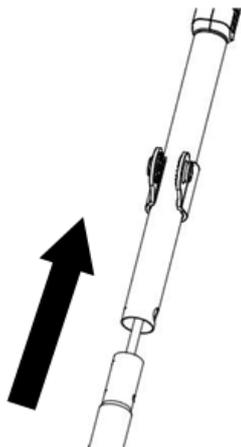
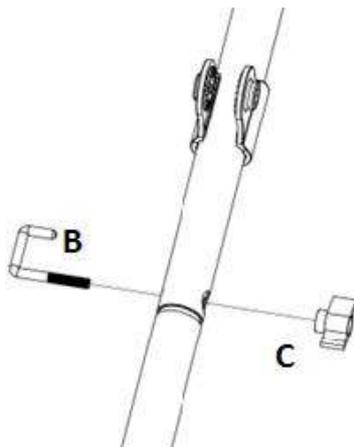

Рис. 2
Рис. 3
Соедините нижнюю и верхние штанги, вставив их друг друга, и зафиксируйте J-образным болтом (B) с барашковой гайкой (C), как показано на (Рис. 2) и (Рис. 3).